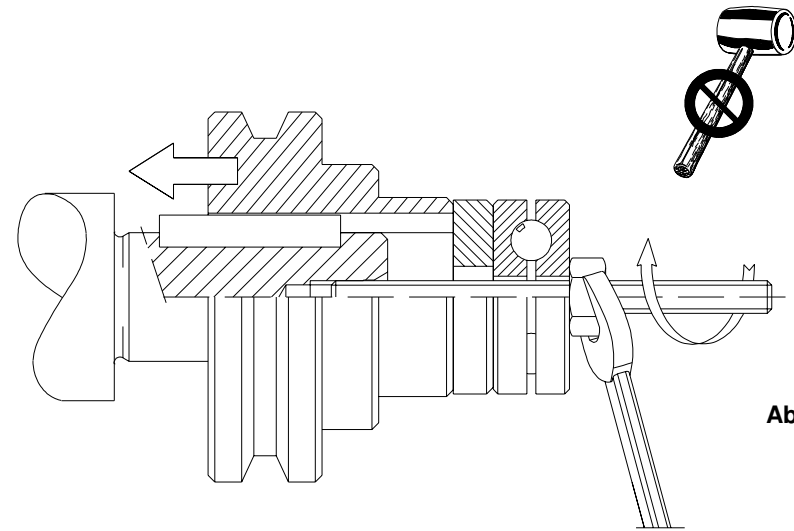

Abb. 1
- Zur Montage der unterschiedlichen Antriebsteile (Riemenscheiben, Zahnräder, Kupplungen usw.) auf den Wellen sind die vorgesehenen Gewindebohrungen oder Aufziehvorrichtungen zu verwenden, so daß eine einwandfreie Montage ohne Beschädigung der Lager oder der Außenteile des Getriebes gewährleistet ist (Abb. 1).